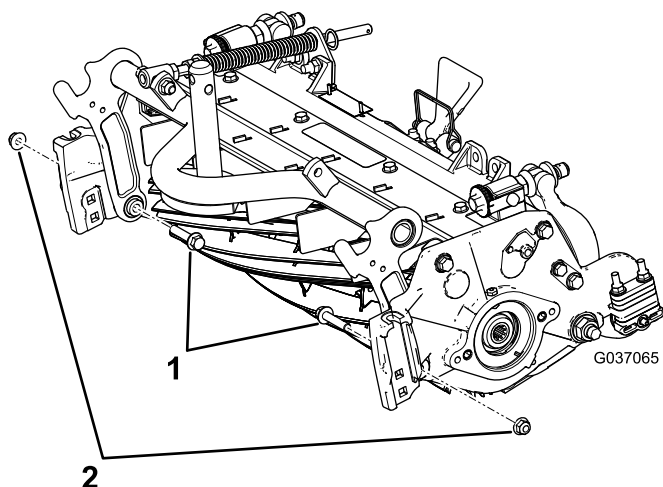

Figure 7
- B. Dévissez les 2 boulons à embase existants à l'intérieur de l'unité de coupe et fixez-les avec les contre-écrous à embase (3/8") (Figure 7).